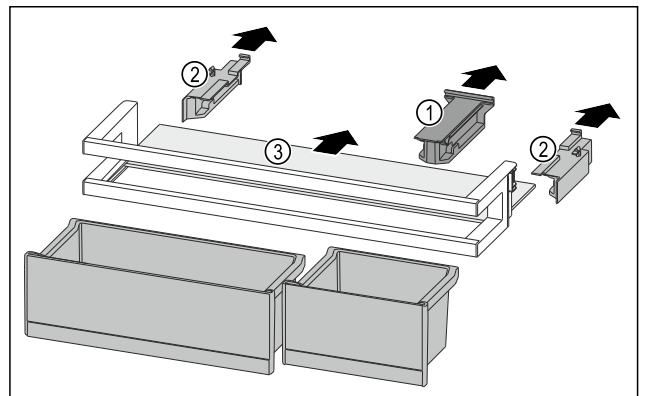

Fig. 85
- ▶ Retirer la pièce de retenue Fig. 85 (1).
- ▶ Retirer les parties latérales Fig. 85 (2).
- ▶ Retirer la tablette de rangement Fig. 85 (3).